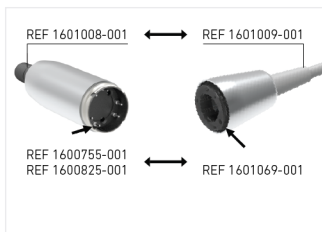
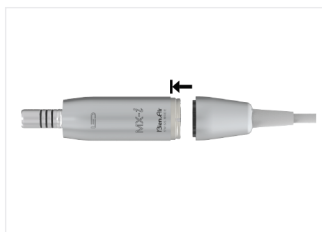

FIG. 2
FIG. 3
1. Motorerna MOT MX-i REF 1600825-001 och MOT MX-i LED REF 1600755-001 är monterade med strömkabeln REF 1601069-001. **FIG. 2.**
2. Motorn MOT MX-i LED 3RD GEN REF 1601008-001 är monterad med strömkabeln REF 1601009-001 såsom beskrivs i **FIG. 2.** Kontrollera att motorns baksida och kabelanslutningen är rena och torra.
- Placera motorn och dess patentskyddade kabel såsom visas i **FIG. 2** (positioneraren måste vara framför hålet). Vrid den för att hitta det exakta läget och tryck in den i motorn. **FIG. 3**.